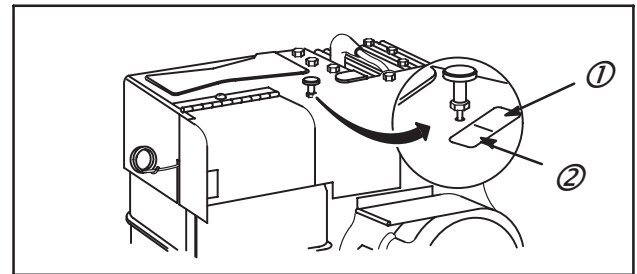

Fig. 58
Tirer le bouton de commande du papillon pour mettre en marche (1), l'enfoncer pour arrêter (2), Fig. 58.